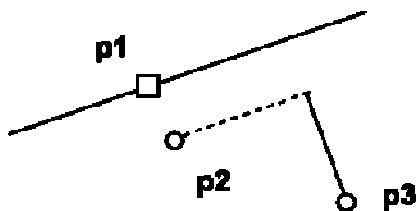

Рис. 1.10 - Построение отрезка, перпендикулярного заданной прямой
2) **Перпендикулярный отрезок:** а) указать графическим курсором прямую (точка **p1**), которой должна быть перпендикулярна другая прямая; б) указать графическим курсором последовательно две точки **p2** и **p3** (рис. 1.10).